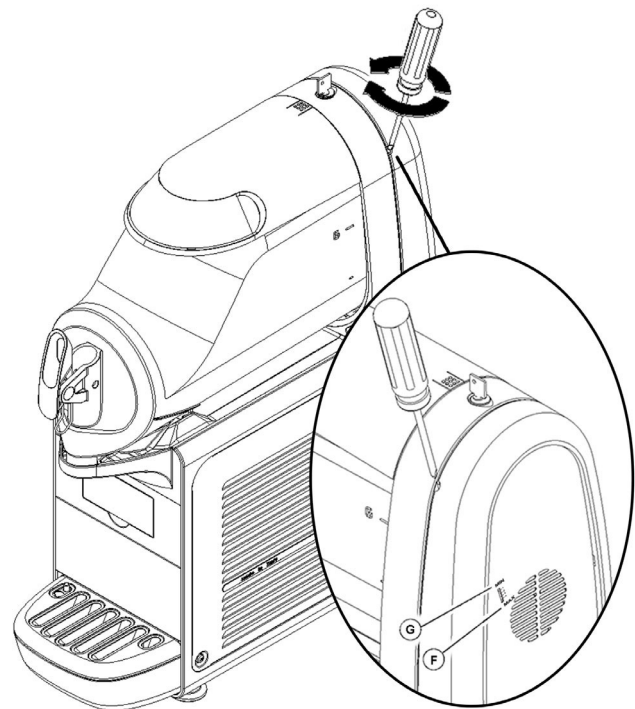

Bild 2
Falls sich ein Sicherheitsverschluss am Deckel befindet, den Schlüssel gegen den Uhrzeigersinn drehen, um die Taste freizugeben, die zum Öffnen benutzt wird (siehe Bild 2).
- 1 **Einstellung der Konsistenz:** Die optimale Konsistenz der Granita wurde werkseitig eingestellt. Soll diese Konsistenz geändert werden, mit einem Schraubenzieher die dafür an jeder der Rückwände des Dispensers vorgesehene Stellschraube wie folgt drehen (Bild 2):